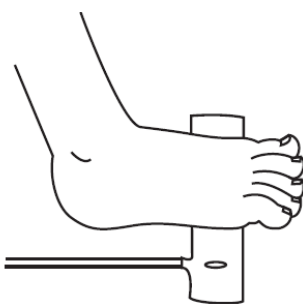

Fig. 2
- 2) Orientez le câble du capteur soit en l'éloignant pied du patient ou soit en le positionnant sous la plante du pied. Appliquez le détecteur sur la partie charnue de la partie latérale de la plante du pied, en l'alignant avec le quatrième doigt de pied. Alternativement, le détecteur peut être placé sur le dessus du pied (pas illustré). Une couverture complète de la fenêtre du détecteur est nécessaire pour obtenir des données correctes (voir fig. 2).